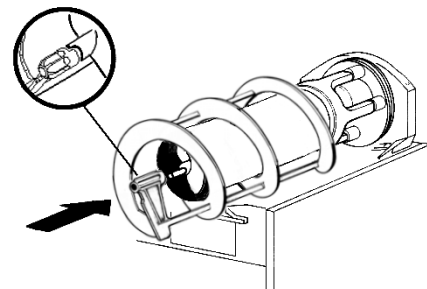

figure 13
- 6 Enfiler la spirale extérieure sur l'évaporateur en accouplant son extrémité antérieure à l'arbre de l'hélice intérieure et en faisant coïncider ses dents avec les dents d'entraînement (voir figure 13).